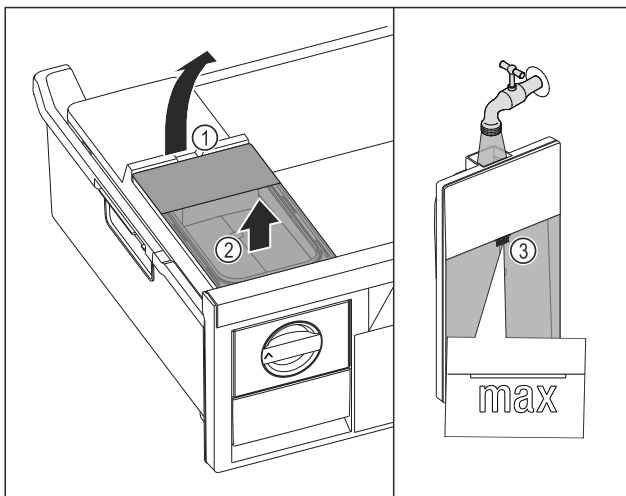

Fig. 96
- ▶ Підняти бак для води за заглиблення Fig. 96 (1).
- ▶ Вийняти бак для води рухом вгору Fig. 96 (2)
- ▶ Наповнити бак для води питною водою до позначки Fig. 96 (3).